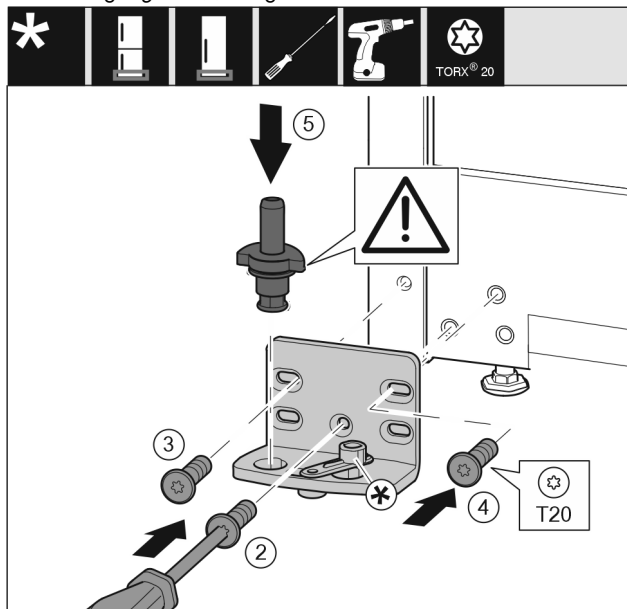

Fig. 43 *
- Lagerbok aan de andere zijde plaatsen en met behulp van een schroevendraaier er in schroeven. Met schroef Fig. 43 (2) onder in het midden beginnen.*
- Schroef Fig. 43 (3) en schroef Fig. 43 (4) vastschroeven.*
- Lagerbouten Fig. 43 (5) volledig insteken. Let hierbij op dat het vergrendelingslipje naar achteren wijst.*